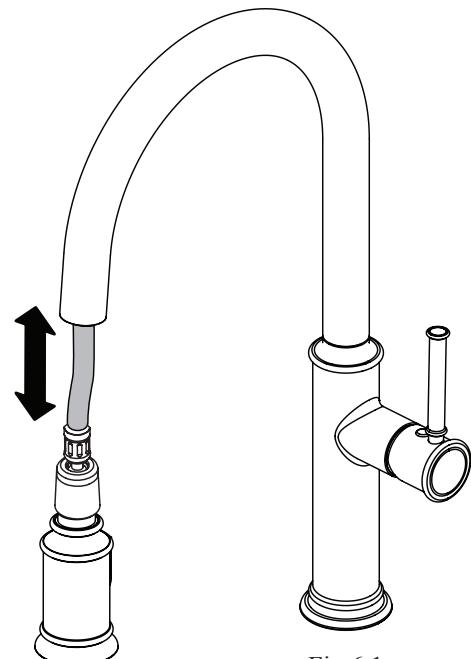

Fig 6.1
Vérifier le mouvement de va-et-vient et vérifier que la longueur du **tuyau du vaporisateur** permet une bonne utilisation (fig 6.1).
*Check the play and length of the **hand sprayer hose** you want for proper usage (fig 6.1). To do so, a quarter turn is required to pull down the **hand sprayer** (fig 6.2).*